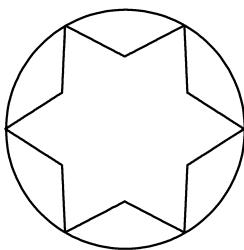

图 3-28 修剪图形
- 5) 在【功能区】选项板中选择【常用】选项卡，在【修改】面板中单击【修剪】按钮，修剪图形并删除多余的线条，如图 3-28 所示。